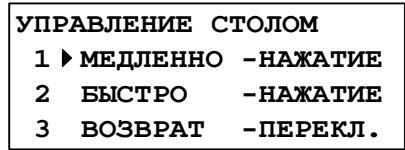

Рисунок 28
4.10.6.1 В режиме ожидания выбрать пункт меню «Режим» → «Настройка» → «Управление столом» и нажать клавишу «Пуск». Пенетрометр переходит в экран выбора режима управления перемещением стола (см. рисунок 28).